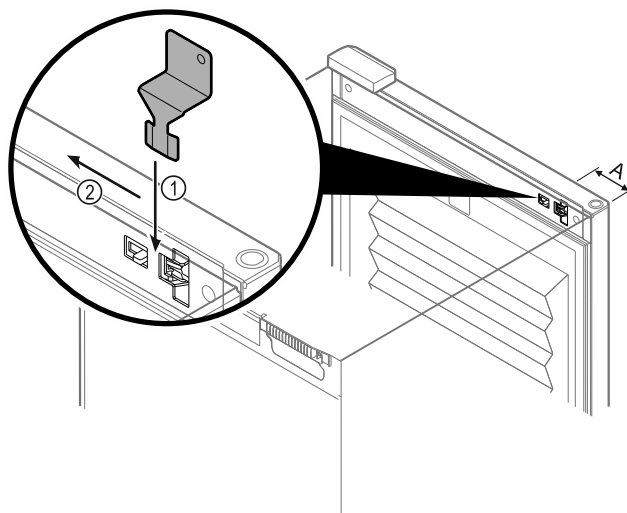

Fig. 108
- Notentriegelungs-Schlüssel an vorgegebener Stelle positionieren Fig. 108 (A) $\approx$ 100mm.
- Notentriegelungs-Schlüssel zwischen Tür und Gerätekorpus von oben bis zum Anschlag einstecken Fig. 108 (1).
- Notentriegelungs-Schlüssel in Richtung Scharnierseite ziehen Fig. 108 (2).